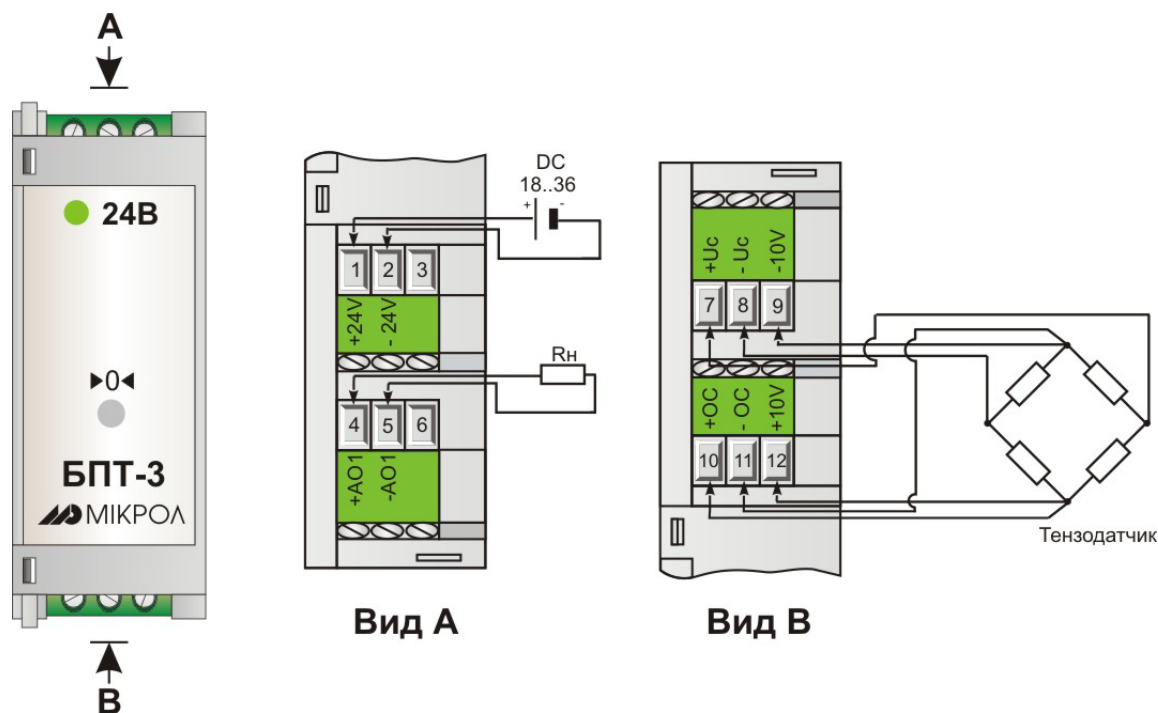

Рисунок 3.4 Схема электрических подключений
3.3.1 Подключите входные и выходные цепи согласно рис. 3.4.